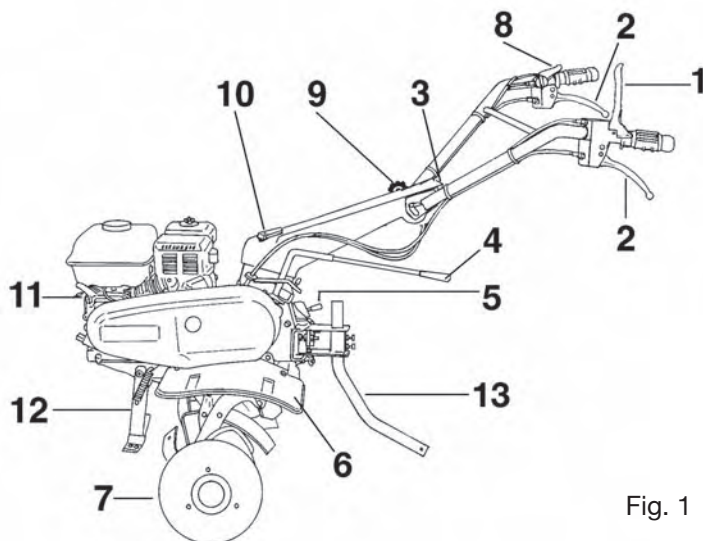

Fig. 1
Come rendere operativa la MTZ (fig.1)
- Innestate la marcia desiderata portando la leva comando cambio (fig. 1, part. 4) in corrispondenza della marcia prescelta: 1^a, 2^a, 3^a o RM, indicata sul selettore (fig.10, part A) posto sul cambio.